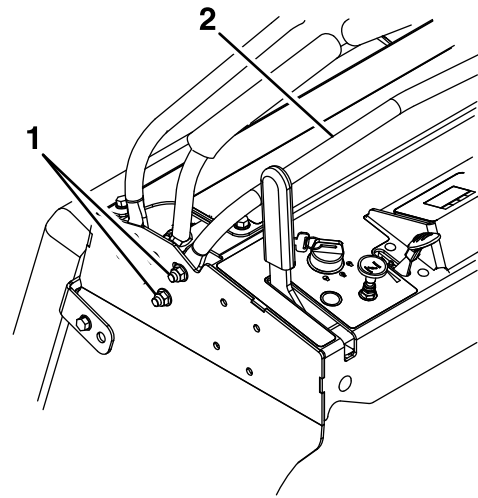

Figura 12
2. Afloje los pernos en ambos lados de la columna de control aflojando las dos tuercas de cada lado (cuatro en total) de la consola (ver Figura 12).